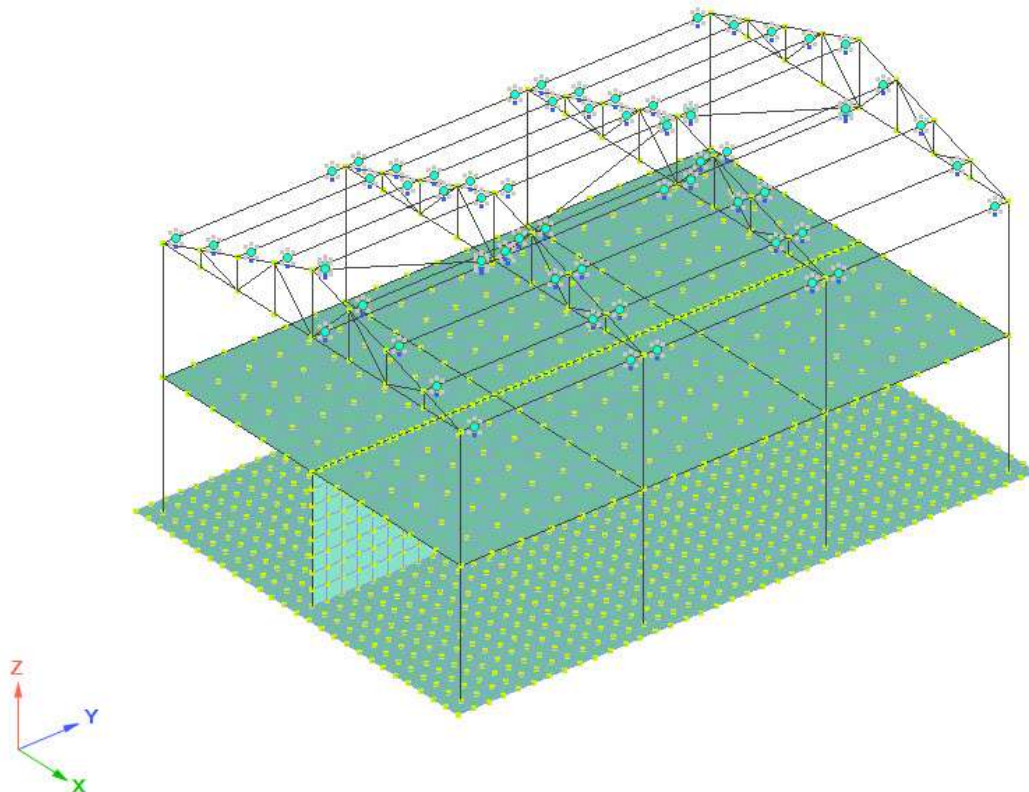

Рис. 3.31 Расчетная схема каркаса
- На Рис. 3.31 показана полученная расчетная схема.